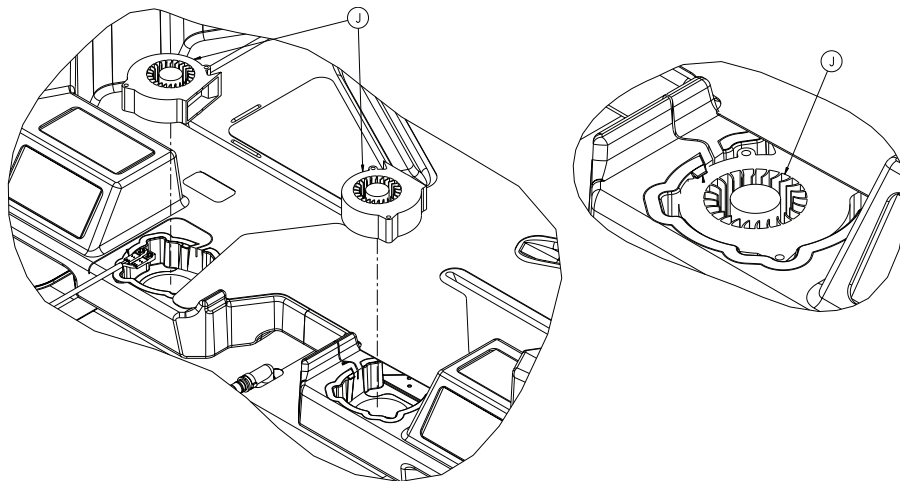

Figure 2-28 : Ventilateur FPA
- Retirer le ventilateur FPA de son compartiment et l'éliminer (J) (Figure 2-28 à la page 2-52).